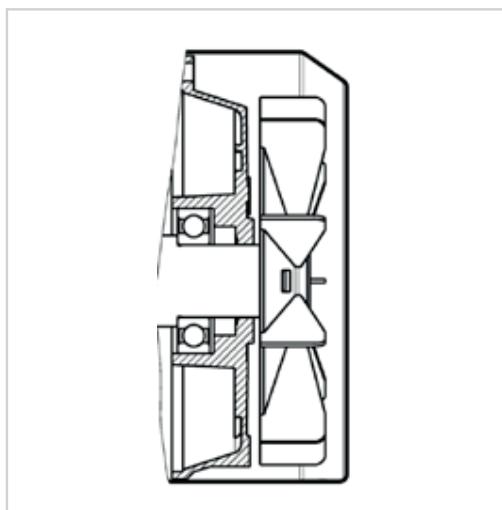

Рис. 1. Двигатели АДЧР56-355 «О»
- с самовентиляцией – модификация «О» (рис.1);